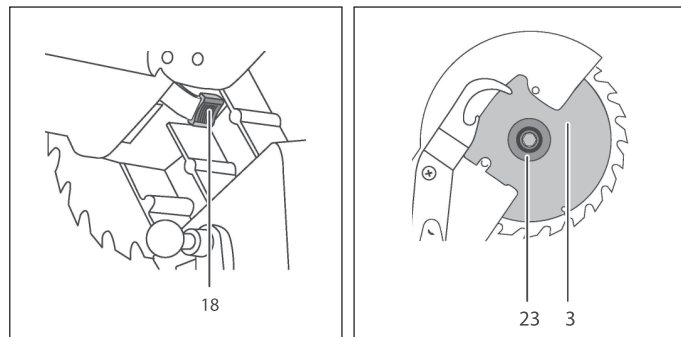

Рис. 3
- б)** нажмите на кнопку (18) фиксации пильного диска (Рис. 3);
г) снимите наружный фланец (23) и пильный диск (3) (Рис. 3);